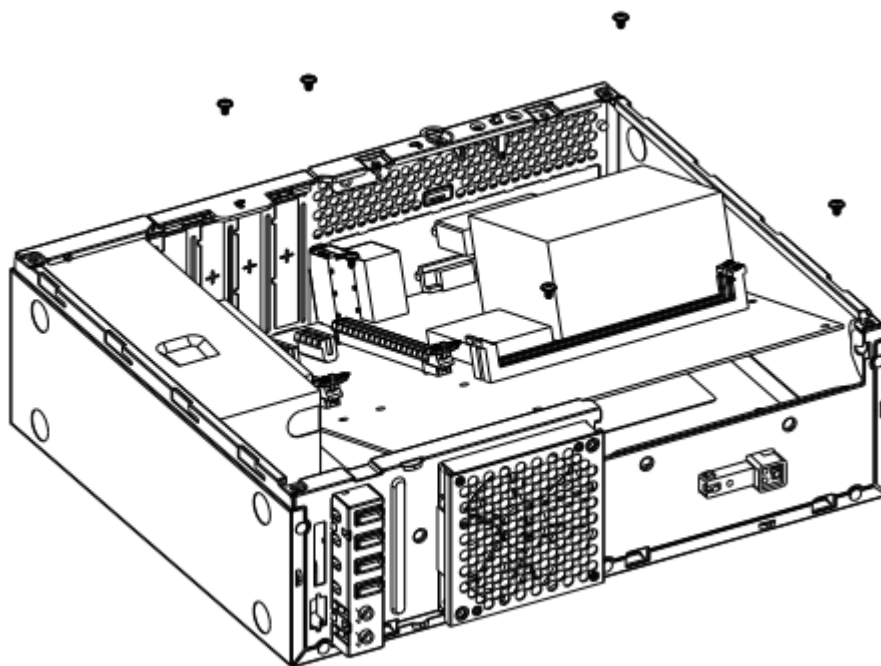

Рисунок 8 - Монтаж материнской платы
2. Закрепите материнскую плату по вертикали при помощи 8 шурупов (Рисунок 8).